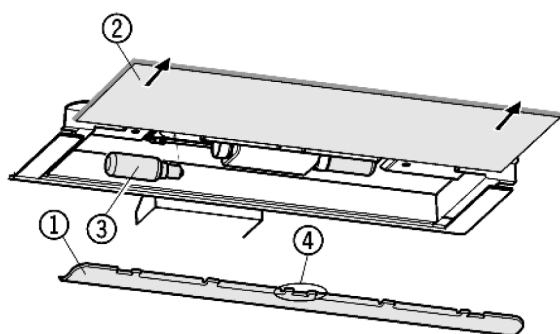

Fig. 11
- ▶ Sundejte krytku Fig. 11 (1): Prsty uchopte za krytkou a vyklesněte.
- ▶ Vytáhněte skleněnou desku Fig. 11 (2).
- ▶ Žárovku Fig. 11 (3) vyměňte.
- ▶ Nasadte zpět krytku: zaklesněte vpravo a vlevo a dávejte pozor na to, aby prostřední háček Fig. 11 (4) zasahoval přes skleněnou desku.